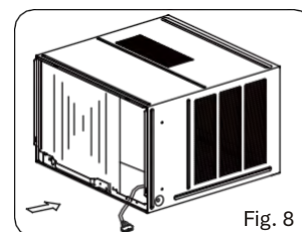

Fig. 8
1. Far scorrere l'apparecchio nell'armadietto fino a farlo appoggiare saldamente alla parte posteriore dell'armadietto. Prestare attenzione affinché le strisce sigillanti in schiuma sull'armadietto rimangano in posizione (cfr. Fig. 8).